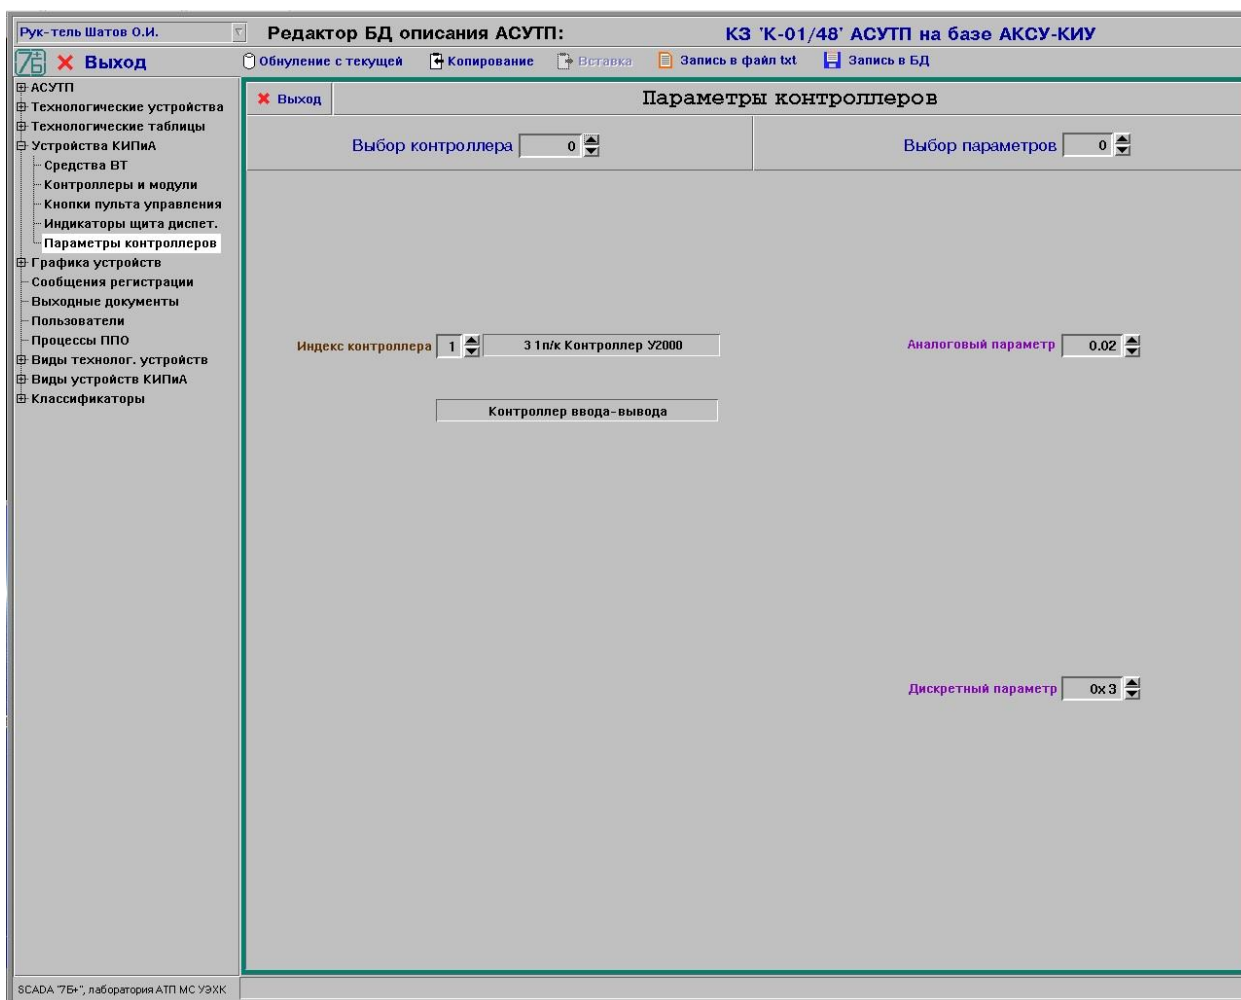

Рисунок 50 - Окно редактирования значений аналоговых и дискретных параметров контроллера
8.23.1 После выбора в иерархическом списке темы «Перечень задач» (группа тем «АСУТП») на экране будет отображено окно редактирования перечня решаемых задач системы (см. рис. 50).
8.26.1 После выбора в иерархическом списке темы «Параметры контроллеров» (группа тем «Устройства КИПиА») на экране будет отображено окно редактирования аналоговых и дискретных параметров контроллеров (см. рис. 50).
8.26.2 В окне редактирования значений параметров контроллеров (см. рис. 50) отображаются следующие параметры контроллера, записанные в БД, и которые может откорректировать пользователь: